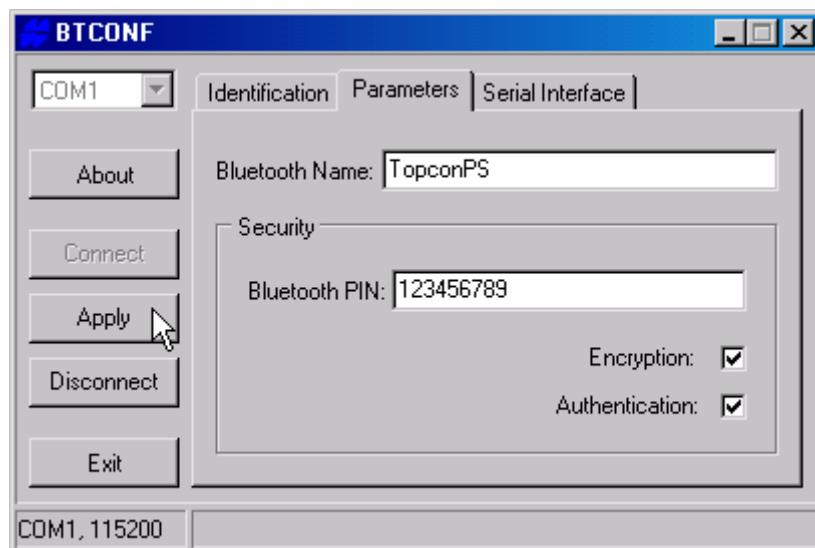

Рисунок 2-34. BTCONF. Вкладка Параметры. Область Безопасность
7. Установите перечисленные ниже параметры безопасности (см. рис. 2-34 на стр. 2-45) и щелкните на кнопке *Apply*: